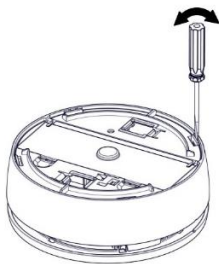

Figura 14
3. Usando uma chave de fendas, pressione as 4 abas e remova o invólucro do detetor (*ver Figura 14*).